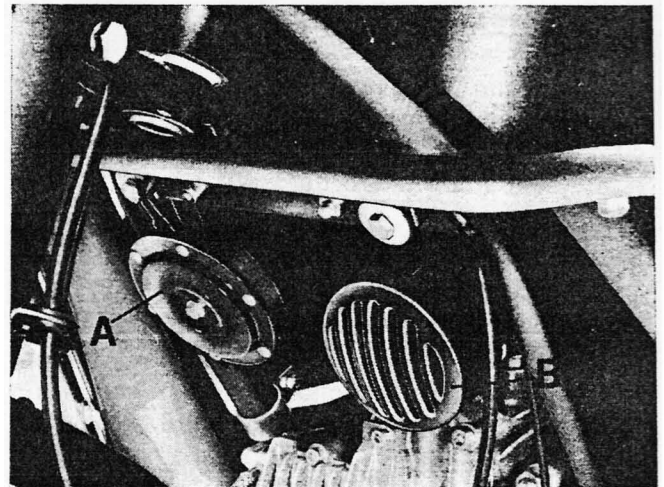

Fig. 114
**AVVISATORE ACUSTICO** (vedere A di fig. 114)
**SIRENA** (vedere B di fig. 114)